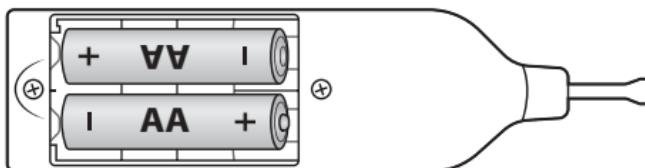

Fig. 1
- ◆ Åbn batterirummet ④ på bagsiden af voksmelteren ①.
- ◆ Læg batterierne i voksmelteren ① som markeret i batterirummet ④ (se fig. 1).
- ◆ Luk batterirummet ④ igen.